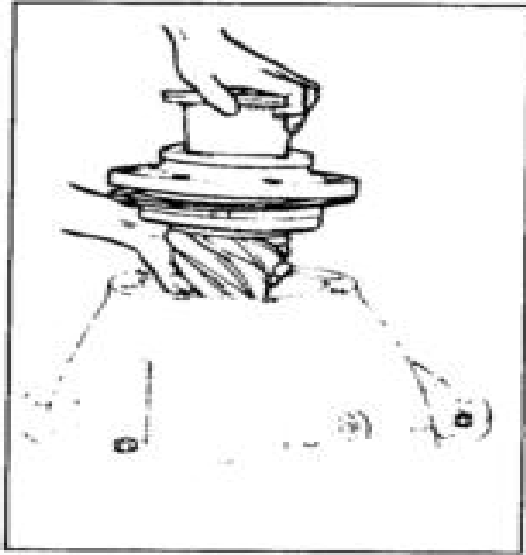

图 7-13
- (1) 在主减壳结合面螺孔外环施涂密封胶，选择合适的调整垫片；
- (2) 在调整垫片上施涂密封胶，装复主动锥齿轮总成(图 7-13)；